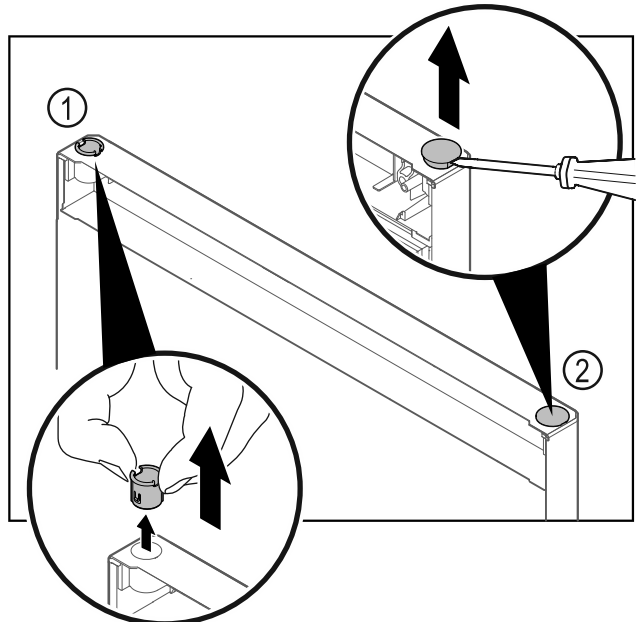

Fig. 29
- Pouzdro závěsu Fig. 29 (1) vytáhněte prsty.
- Krycí zátku Fig. 29 (2) opatrně nadzvedněte plochým šroubovákem a vytáhněte.